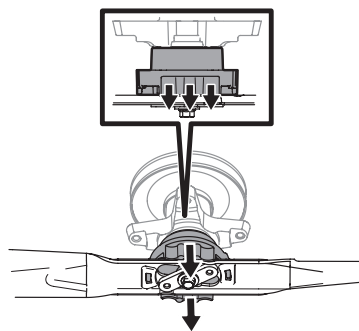

Figura 50
6. Cuando la cuchilla esté correctamente trabajada en su lugar, se escuchará un clic (Figura 50).